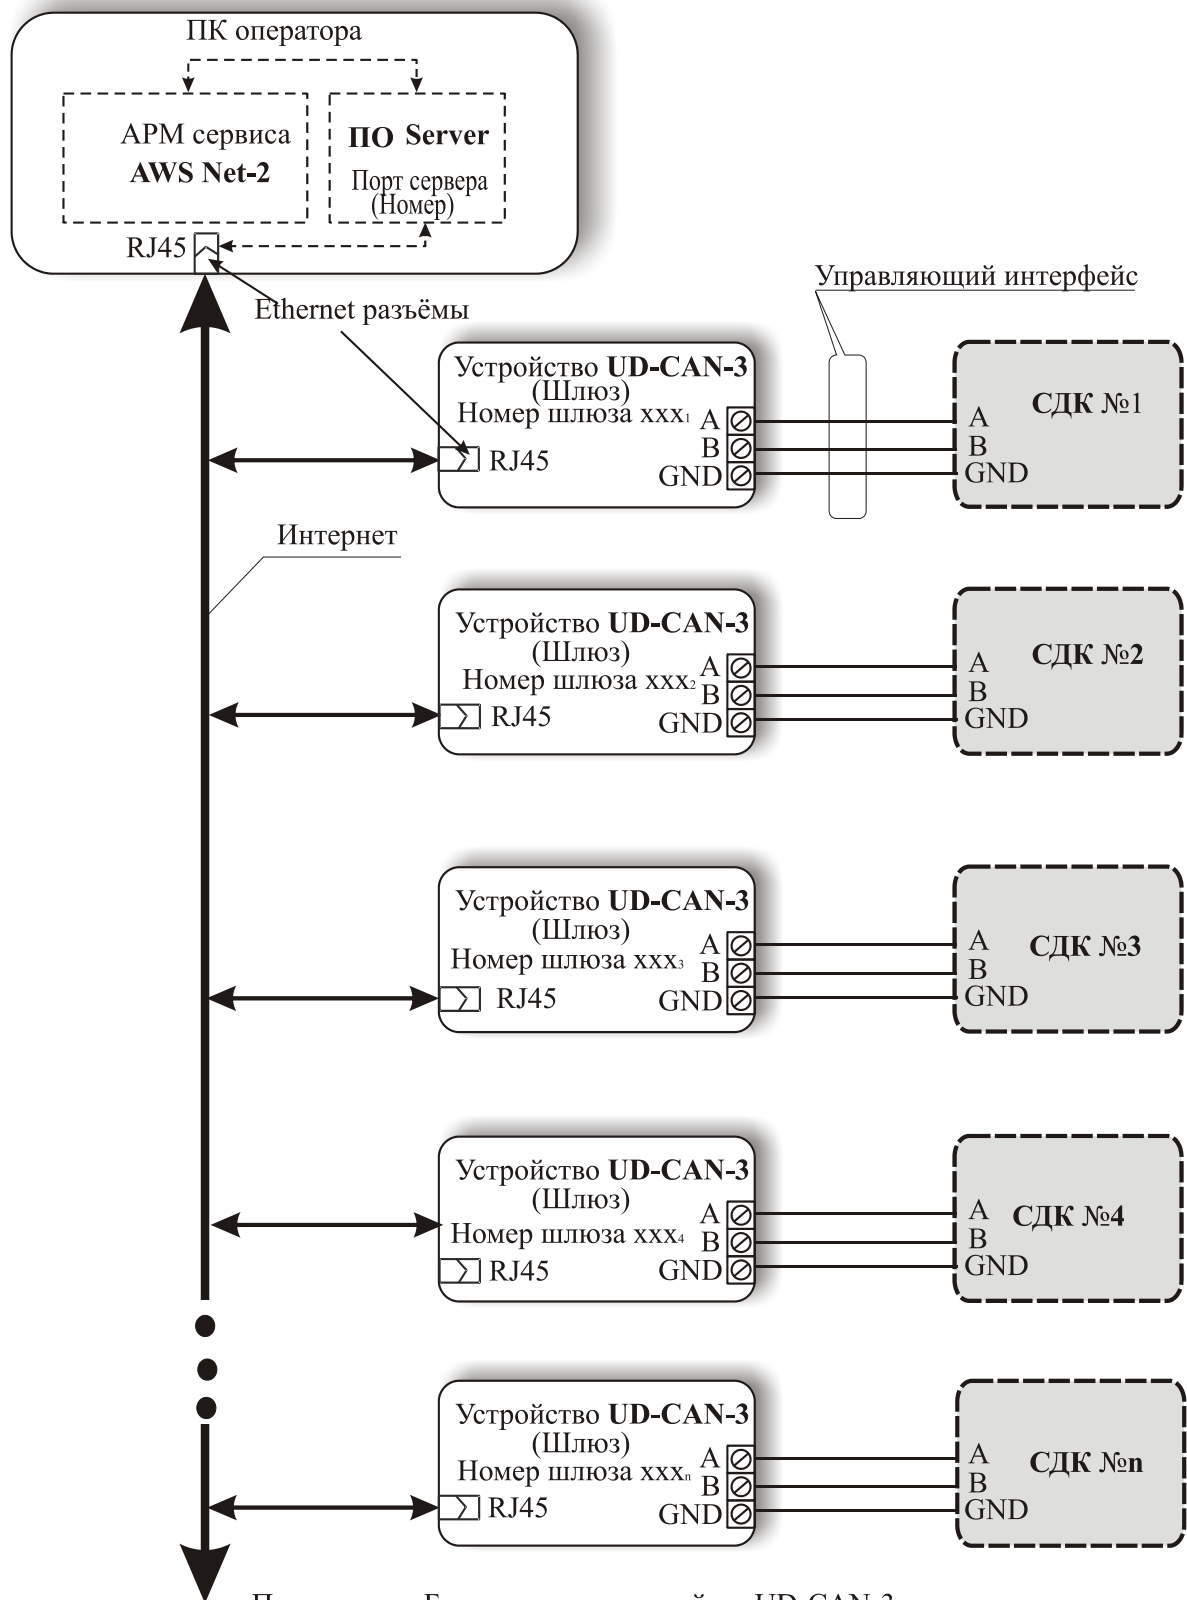

Рис.4 Подключение УС (Шлюзов) СДК к АРМу AWS-Net-2
2.5 К каждому СДК подключается один УС (Шлюз). Количество СДК (и соответственно – УС), с которыми может работать АРМ, не ограничено. На рис.4 показана организация работы одного АРМа AWS-Net-2 с одним ССДК и множеством Шлюзов.